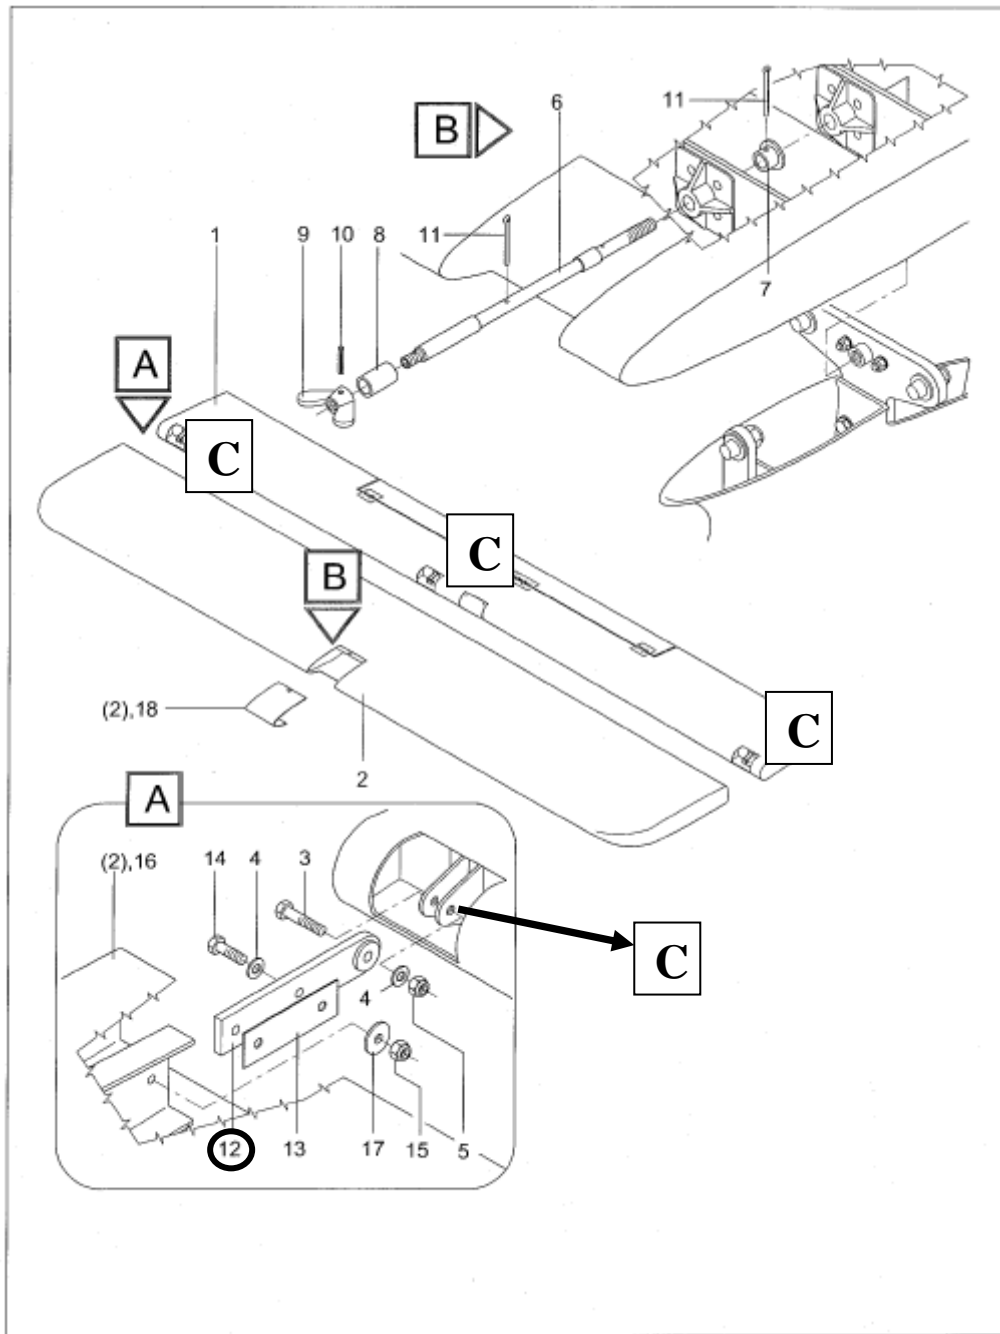
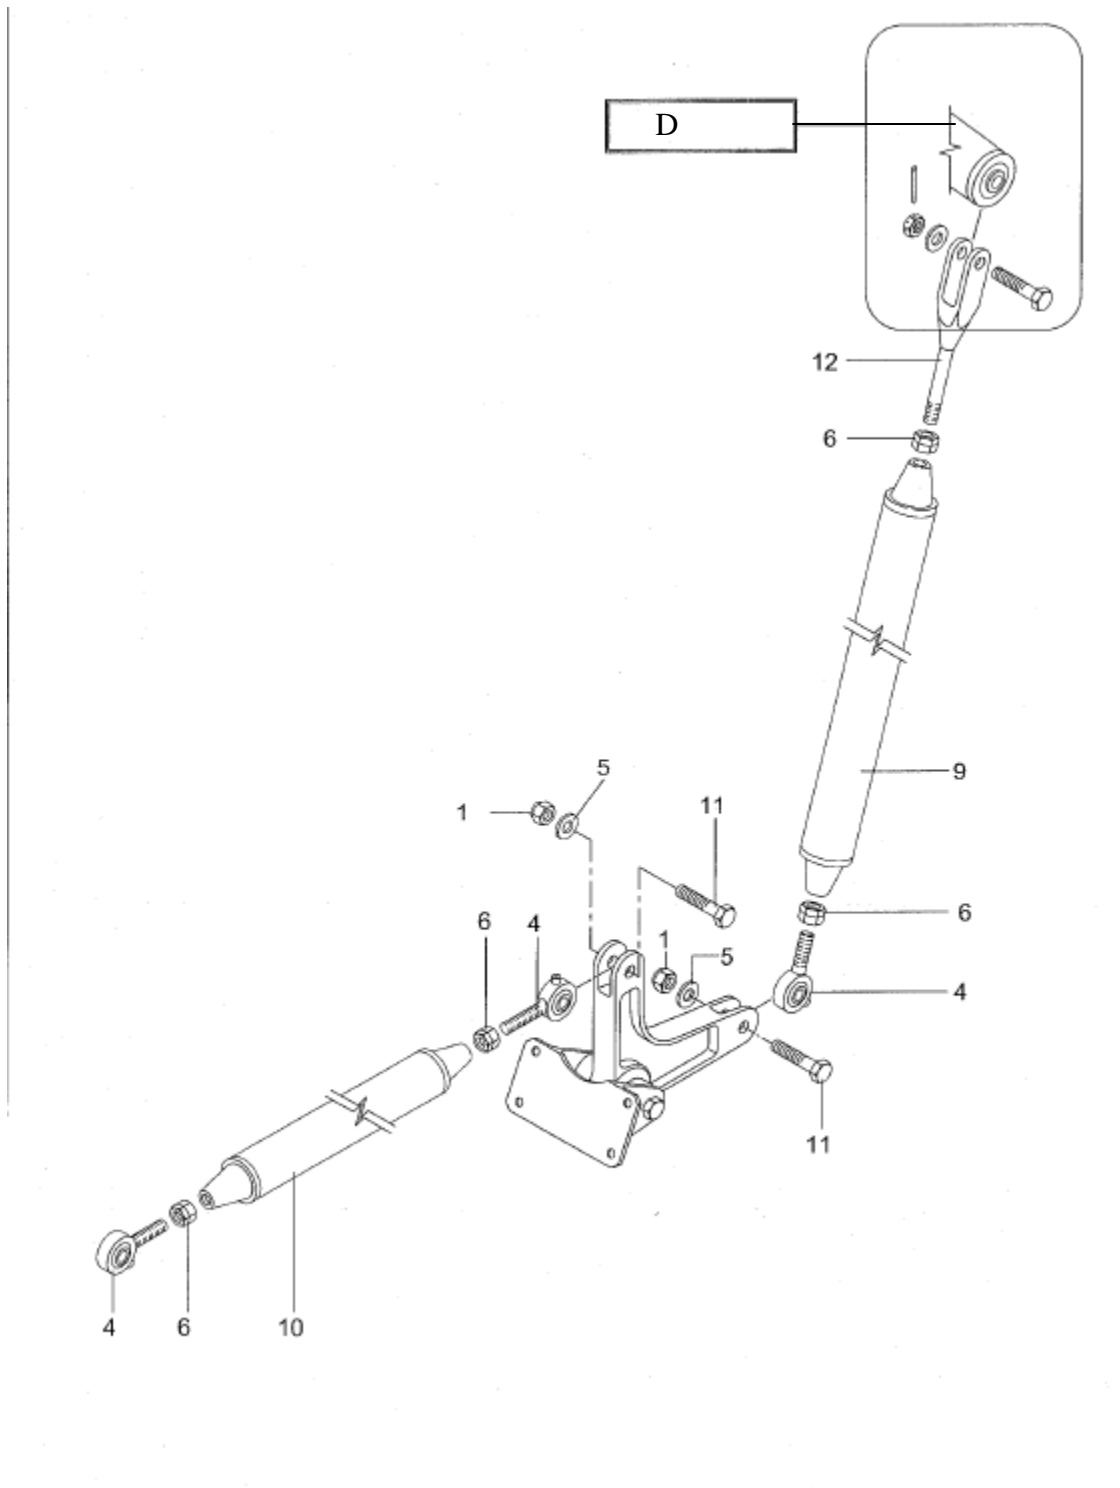

Figura 1
Figura 2
<p>Pulire le superfici delle parti assoggettate a ispezione.</p> <p>2. Effettuare ispezione visiva dettagliata sugli assiemi cerniera stabilizzatore/elevatore del piano di coda orizzontale per valutare integrità delle parti, eventuale corrosione, cricche (in particolare sulle saldature) e corretta installazione degli assiemi cerniera.</p> <p>Aree di interesse:</p> <p>I. Cerniere elevatore/stabilizzatore (Figura 1) (ref. Catalogo Nomenclatore applicabile)</p> <p>a) Ispezionare e controllare per integrità, assenza di corrosione e crinature la leva di cerniera (riferimento item 12) Figura 1) e corretto alloggiamento del cuscinetto a snodo.</p> <p>b) Ispezionare con l'ausilio di una lente di ingrandimento 10x e controllare per integrità, assenza di corrosione e crinature la cerniera e le parti saldate (riferimento C, Figura 1)</p> <p>II. Attacco asta push/pull di attuazione elevatore (Figura 2) (ref. Catalogo Nomenclatore applicabile)</p> <p>a) Ispezionare e controllare per integrità, assenza di corrosione e crinature la leva di cerniera (riferimento item D, Figura 2) e corretto alloggiamento del cuscinetto a snodo.</p> <p>3.</p> <p>a) In caso di corretta installazione dello snodo sferico (snodo sferico posizionato in modo appropriato nella sede), assenza di cricche e/o corrosione, reinstallare il piano orizzontale di coda secondo la procedura riportata nel manuale di manutenzione e fornire a Magnaghi le seguenti informazioni:</p> <ul style="list-style-type: none">• A/C Type• A/C serial number• Flight hours before SB application• Owner name• Maintenance organization name• Spherical bearing swaging accomplishment (yes/no) – vedi Fig. 3• Washers installation (yes/no)• Inspection report <p>Ripetere l'ispezione di cui al paragrafo 4.2 alla prossima ispezione delle 50 ore e poi ogni 100 ore di volo.</p>	<p>Surface cleaning of parts subject to the inspection may be required.</p> <p>2. A detailed visual inspection on the horizontal tail/elevator plane hinge assy must be carried out to evaluate integrity, possible corrosion, cracks (in particular on the welding) and correct hinge assy installation.</p> <p>Affected area:</p> <p>I. Elevator/Stabilizer hinges (Fig.1) (ref.Parts Catalog affected)</p> <p>a) The hinge levers (ref. item 12) Fig.1) installed on the stabilizer must be inspected for integrity, absence of corrosion and properly installation of spherical bearing.</p> <p>b) The hinge brackets including welding area installed on the elevator must be inspected using magnifying lenses 10x for integrity, absence of corrosion and cracks (ref. C , Fig.1).</p> <p>II. Elevator push/pull actuation rod (Fig.2) (ref. Parts Catalog affected)</p> <p>a) The hinge lever installed on the elevator must be inspected for integrity, absence of corrosion and properly installation of spherical bearing (ref. D , Fig.2).</p> <p>3.</p> <p>a) In case of correct spherical bearing installation (bearing properly positioned in the seat) and absence of cracks/corrosion, reinstall the horizontal tail according to the maintenance manual procedure and supply Magnaghi with the following info:</p> <ul style="list-style-type: none">• A/C Type• A/C serial number• Flight hours before SB application• Owner name• Maintenance organization name• Spherical bearing swaging accomplishment (yes/no) – see Fig. 3• Washers installation (yes/no)• Inspection report <p>Repeat the inspection as per § 4.2 on the next 50 flight hours inspection and every 100 flight hours inspection.</p>